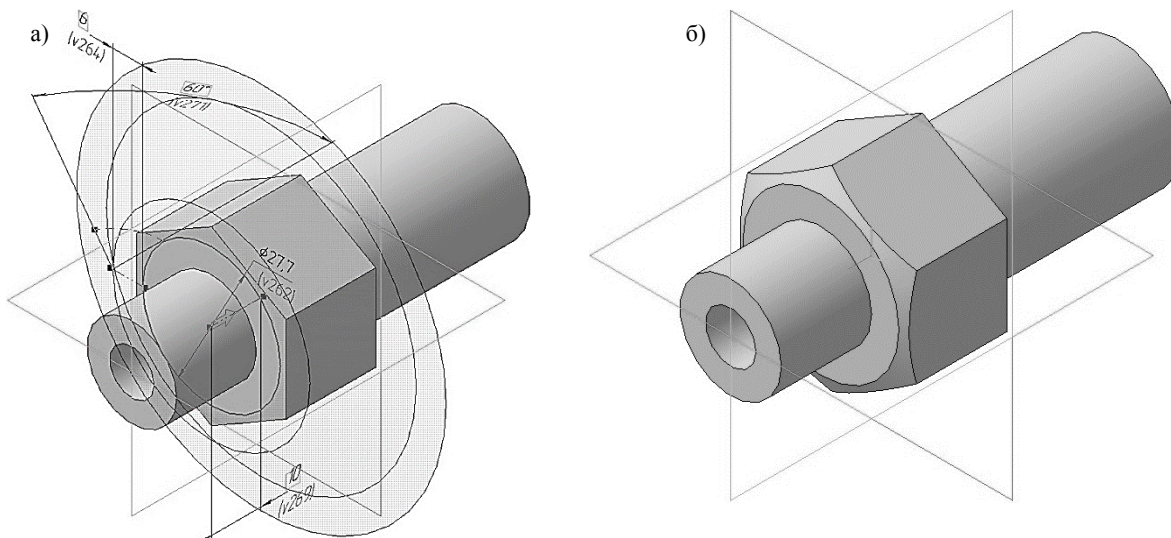

Рис. 192. Операция вырезать выдавливанием:
- в поле **Толщина стенки 1** изменяйте значение, до того момента, пока фантом операции **Вырезать выдавливанием** не выйдет за ребра шестигранника, см. рис. 192, а.
Нажмите кнопку **Создать объект**  на Панели специального управления – система построит фаску на шестиграннике штуцера (рис. 192, б). В Дереве модели появится строка **Вырезать элемент выдавливания:2**.